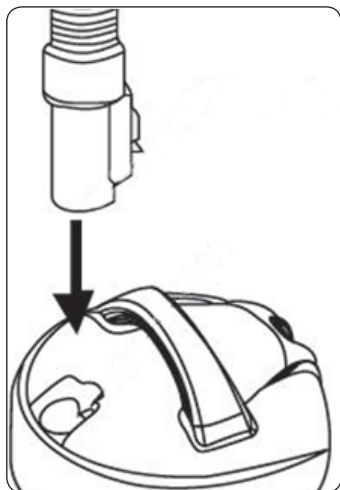

FIGURA 8.2
- Para utilizá-la, basta conectar a mangueira na saída (Figura 8.2) superior e ligar o produto .